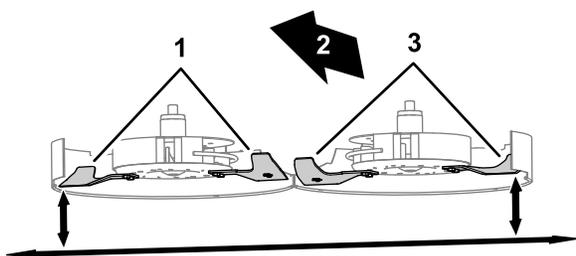

Figura 122
3. Alinhe uma lâmina lateral na posição mais periférica (Figura 122).
4. Meça a distância entre o solo e o ponto mais periférico da extremidade de corte da lâmina com um bloco de grau (Figura 122).
5. Alinhe o conjunto da lâmina lateral no outro lado da plataforma de corte para a posição mais periférica (Figura 122).
6. Meça a distância entre o solo e o ponto mais periférico da extremidade de corte da lâmina com um bloco de grau (Figura 122).
8. Meça o ponto mais periférico da extremidade de corte da lâmina (Figura 122).